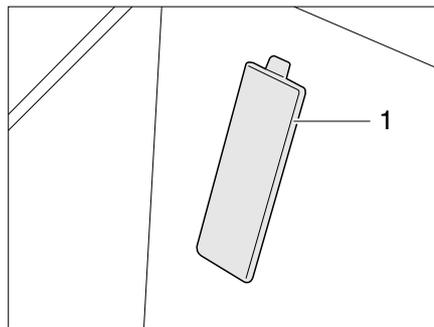

Bild 270 Abdeckung Fahrgestellnummer (Basisfahrzeug Fiat)
- ▷ Die Fahrgestellnummer befindet sich bei Fahrzeugen auf Fiat-Basis hinter einer Abdeckung (Bild 270,1) im Einstieg auf der Beifahrerseite.